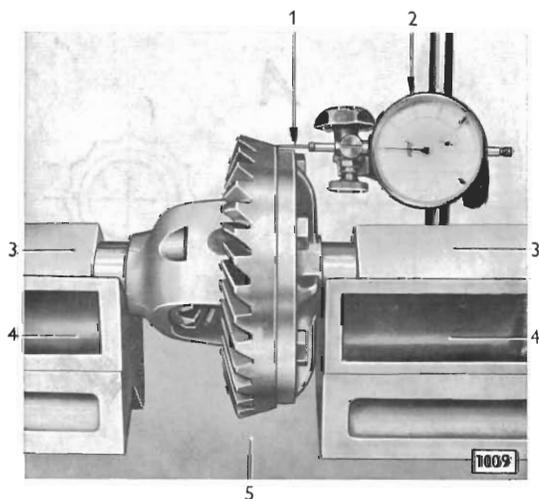

Bild 89 - Tellerrad am Ausgleichgehäuse auf Seitenschlag prüfen
2. Auf Ausgleichgehäuse aufgeschraubtes Tellerrad auf Seitenschlag prüfen. Der höchstzulässige Seitenschlag beträgt 0,08 mm. Zum Prüfen ist das Ausgleichgehäuse mit Tellerrad mit den Ausgleichgehäusezapfen so in Prismen aufzunehmen, daß es sich frei drehen läßt. Damit sich das Ausgleichgehäuse beim Drehen nicht seitlich verschieben kann, beiderseits gegen die Lagerzapfen Metallstücke (89/3) beidrücken (Bild 89). Dabei müssen die Flächen der Metallstücke, die zum Lagerzapfen zeigen, glatt sein.
auszuwechseln. Dieser Einsatz ist erforderlich, um mit der Meßuhr seitlich an das Tellerrad zu kommen (Bild 89).
3. Meßuhr S-9 mit Halter zum Prüfen des Seitenschlages nach der in Bild 89 gezeigten Anordnung am Tellerrad ansetzen.